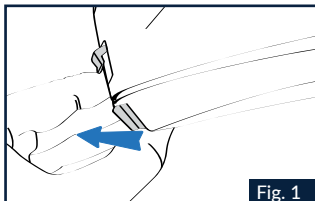

Fig. 1
1.1 Den roten Entriegelungshebel nach außen drücken, indem er mit dem Daumen gedreht wird (Abb.1).